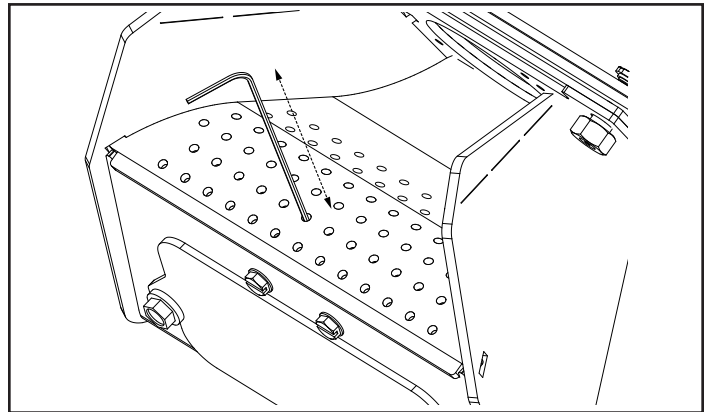

Figure 2.3
- Utilisez la clé Allen fournie pour retirer toute accumulation dans les trous de la grille du pot de combustion. Il suffit de pousser la clé Allen dans chaque trou en vous assurant d'éliminer toute accumulation, en prenant soin de ne pas endommager l'élément de l'allumeur. Figure 2.3